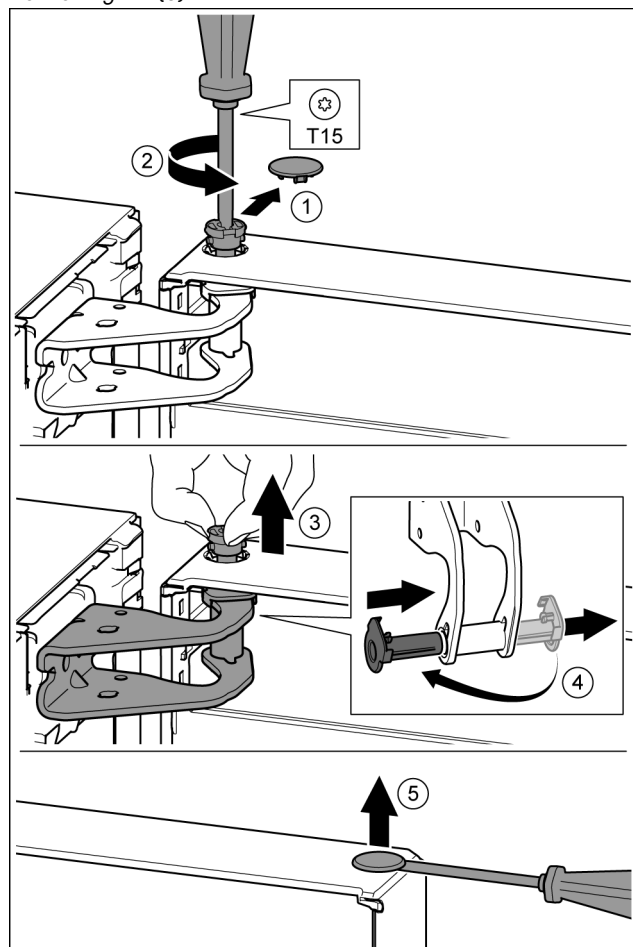

Fig. 22
- ▶ Facendo attenzione, togliere la copertura di sicurezza. *Fig. 22 (1)*
- ▶ Con un cacciavite T15 svitare leggermente il perno. *Fig. 22 (2)*
- ▶ Trattenere la porta ed estrarre il perno con le dita. *Fig. 22 (3)*
- ▶ Estrarre la boccola del supporto dalla guida. Inserire dall'altro lato e innestare a scatto. *Fig. 22 (4)*
- ▶ Con un cacciavite sollevare con attenzione i tappi dalla boccola del supporto porta ed estrarli. *Fig. 22 (5)*